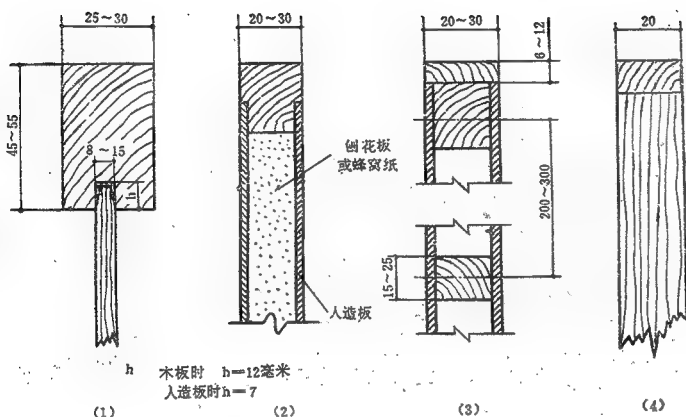

图29 装板的几种形式
(1) 打槽装板 (2) 包镶板 (3) 包镶板 (4) 实拼板
制作橱门 橱门的制做方法和侧板，图29是它的几种形式。(1) 是经常采用的打槽装板的做法；(2)、(3) 是小木筋做框架用人造板敷面的做法；(4) 是用木拼板加封头条（有防翘曲的作用），这几种方法比较一下，(1)的式样不好，特别是易积灰尘；(2)、(3)基本上是一样，(3)加上镶条质量较好。这两种做法的优点是：表面平整显得朴素大方；可用小料节约材料；有较好的刚度不易变形。(4)虽然较好但用料较多。用发展的眼光看，(2)、(3)的做法应当提倡。它的做法也较简单。将木料刨成 20×20 毫米的小条，并按需要尺寸钉成框架（木条间距不要大于250毫米），将表面用刨子整平后，刷胶将胶合板（或其他人造板）贴上并压实，胶料凝固后四周稍加修整，外面用小木条割角镶好。镶条厚度在6~12毫米之间可酌情选定。做此种橱门时一定要先将框架尺寸修整到吻合橱门空洞时为止（这里吻合是指框架钉条后橱门扇高宽小于空洞1毫米）。为了操做方便，还有一种办法也可一试，先将胶合板截好，胶合板的尺